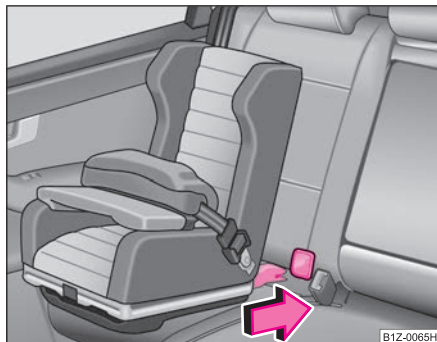

Fig. 179 Scaunul cu sistem ISOFIX se montează în dispozitivele de prindere existente.
- Împingeți brațele de fixare ale scaunului pentru copii prin elementele de prindere montate, în inele, până când se aude zgomotul specific de blocare ⇒ fig. 179.